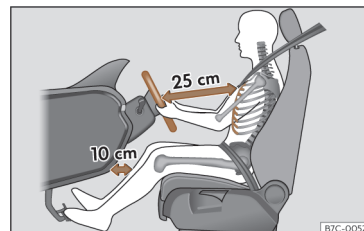

Fig. 6 A separação correta entre o condutor e o volante deve ser de 25 cm no mínimo (10 polegadas).
- Ajuste o volante de modo a ficar a uma distância de, pelo menos, 25 cm (10 polegadas) do esterno»» **Fig. 6** e a poder segurá-lo com ambas as mãos pelos lados, pela parte exterior, com os braços ligeiramente fletidos.
- Ajuste longitudinalmente o banco, de modo a poder carregar a fundo nos pedais com os joelhos ligeiramente fletidos e a ficar uma distância entre a zona dos joelhos e o painel de instrumentos de pelo menos 10 cm (4 polegadas)»» **Fig. 6.**